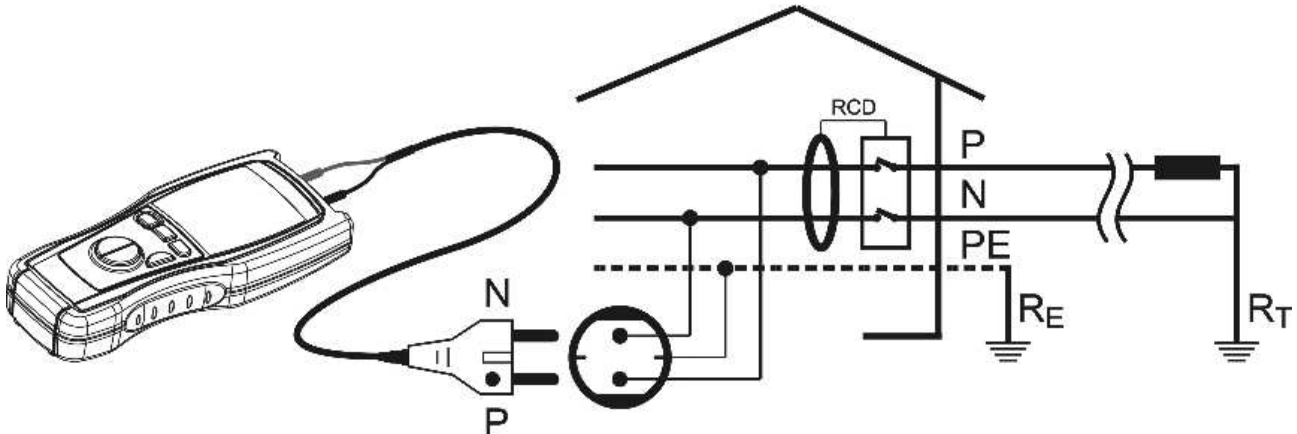

Abb. 12: Verbindung der Anschlüsse des Gerätes beim $R_{a\perp}$ Test
6. Verbinden Sie das grüne Kabel mit dem Schutzleiter (Erde) und das schwarze Kabel mit dem Phasenleiter (wie in Abb. 12 gezeigt)
6. Stecken Sie das Schuko-Kabel in eine Steckdose (wie in Abb. 12 gezeigt). Die Abbildung zeigt die Verbindung zur Steckdose.